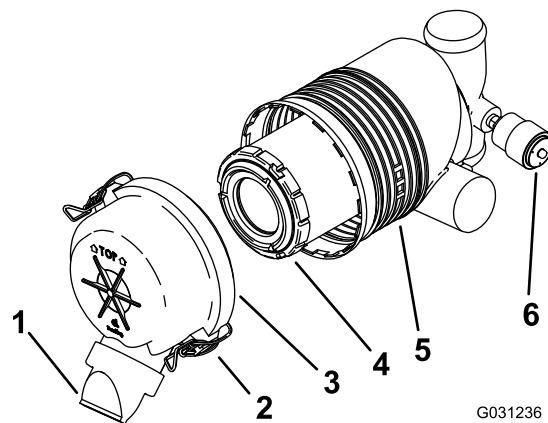

Figura 30
Importante: Sostituite il filtro dell'aria solo quando la spia di servizio è rossa (**Figura 30**). Sostituendo il filtro dell'aria prima del necessario si aumenta il rischio che la morchia entri nel motore quando si toglie il filtro.
5. Rilasciate i dispositivi di fermo del filtro dell'aria e togliete il coperchio dal corpo del filtro (**Figura 30**).
- Se l'indicatore di servizio è pulito, montate la copertura del filtro dell'aria con il coperchietto antipolvere orientato verso il basso e fissate i fermi (**Figura 30**).
1. Estraiete con cautela il filtro dal corpo del filtro dell'aria (**Figura 30**).
3. Montate il filtro con attenzione (**Figura 30**).
- Montate la copertura del filtro dell'aria con il coperchietto antipolvere orientato verso il basso e fissate i fermi (Figura 30).